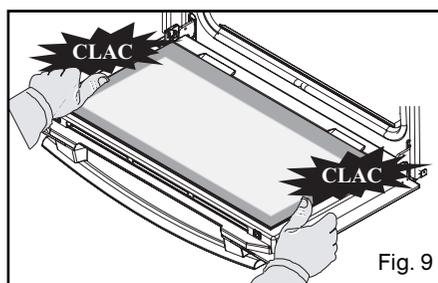

Fig. 9
- Klik het kader vast door het te bevestigen met de deur. Steun niet op het kader alleen. (Fig. 9).